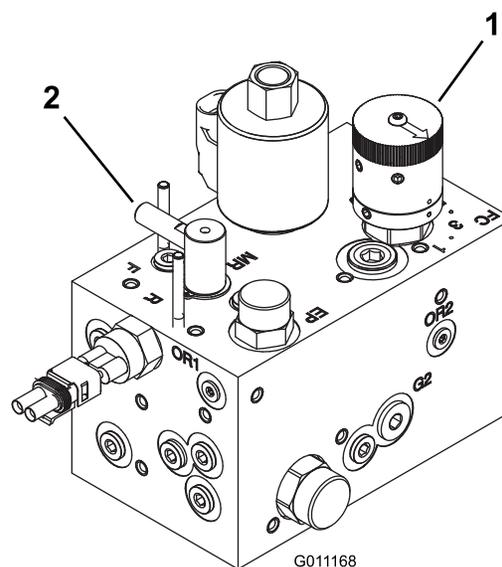

Рисунок 77
3. Поверните регулятор обратного вращения в положение обратного вращения (R). Поверните регулятор скорости барабана в положение 1 (Рисунок 77).